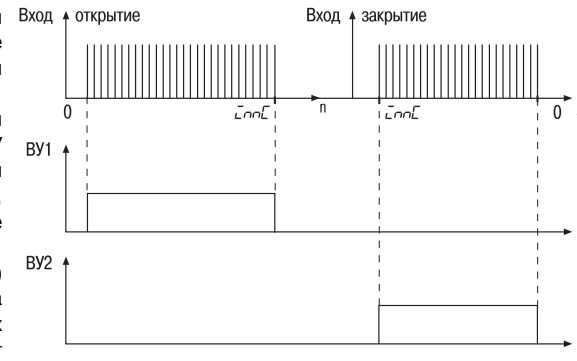

Рис. 9
3.2.9.1.3. При $PRES = 2$ конечные положения определяются по достижении значения счетчика, равного значению параметра $LnnL$ (рис.9).